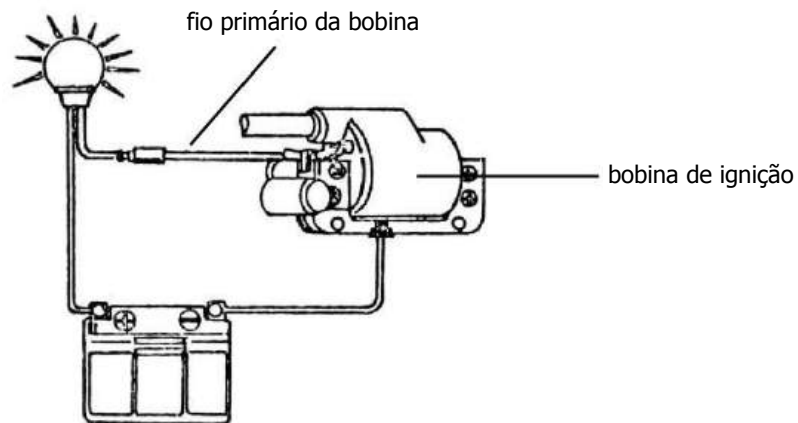

Fig. 31
- Faça uma ponte entre o núcleo e o polo negativo da bateria (fig. 31).